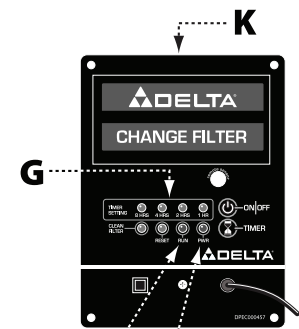

FIG. 8B
l'appareil pour un fonctionnement d'une durée d'une heure. Appuyer une deuxième fois sur le bouton « TIME » permettra à l'appareil de fonctionner pendant deux heures. Veuillez prendre note que le voyant apparaissant sur le panneau de capteurs est maintenant à l'emplacement « 2HR » (G) Fig. 8B. Lorsque vous appuyez une troisième fois sur le bouton « TIME », l'appareil fonctionnera pendant trois heures. À ce moment, le voyant rouge s'allumera sous l'emplacement « 1HR » et « 2HR ». Lorsque vous appuyez sur « TIME » pour la quatrième fois, l'appareil fonctionnera pendant quatre heures. Veuillez prendre note que le voyant luit à l'emplacement de « 4HR ». En appuyant de nouveau sur le bouton « TIME », la durée des réglages augmentera par tranches d'une heure pour un maximum de quinze heures. .
Toutes ces fonctions peuvent être contrôlées manuellement en utilisant les deux boutons du panneau capteur (K) Fig. 8B.
- a) Pour réinitialiser l'appareil, appuyez sur le bouton « RESET » (RÉINITIALISER) (Fig. 8B) pendant environ 5 secondes et attendez que le signal « CLEAN FILTER » (NETTOYER LE FILTRE) s'estompe. Le signal « PWR » (ALIMENTATION) commencera à clignoter; appuyez ensuite sur le bouton « ON/OFF » (MARCHE/ARRÊT) pour mettre l'appareil en marche.